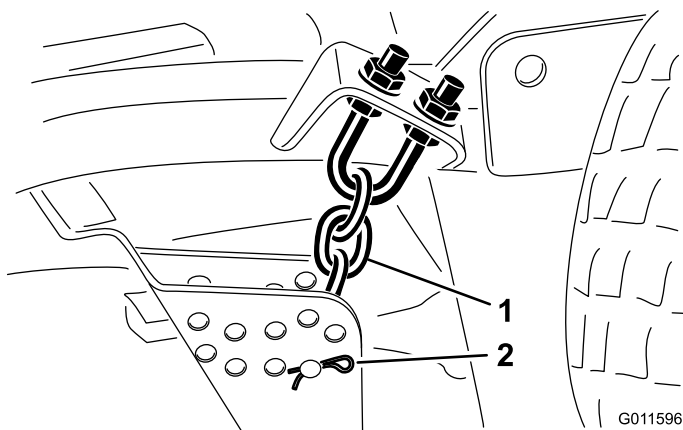

Bild 7
10. Entfernen Sie die Splinte und die Lastösenbolzen, mit denen die Schnitthöhenkette am Heck des Mähwerks befestigt ist (Bild 7).